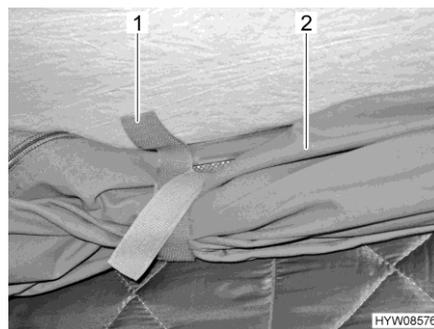

Fig. 50 Pattes de retenue
- Ouvrir les pattes de retenue (Fig. 50,1) sur la toile de tente enroulée (Fig. 50,2).
- Enrouler la toile de tente (Fig. 50,2) et la fixer avec les pattes de retenue (Fig. 50,1).